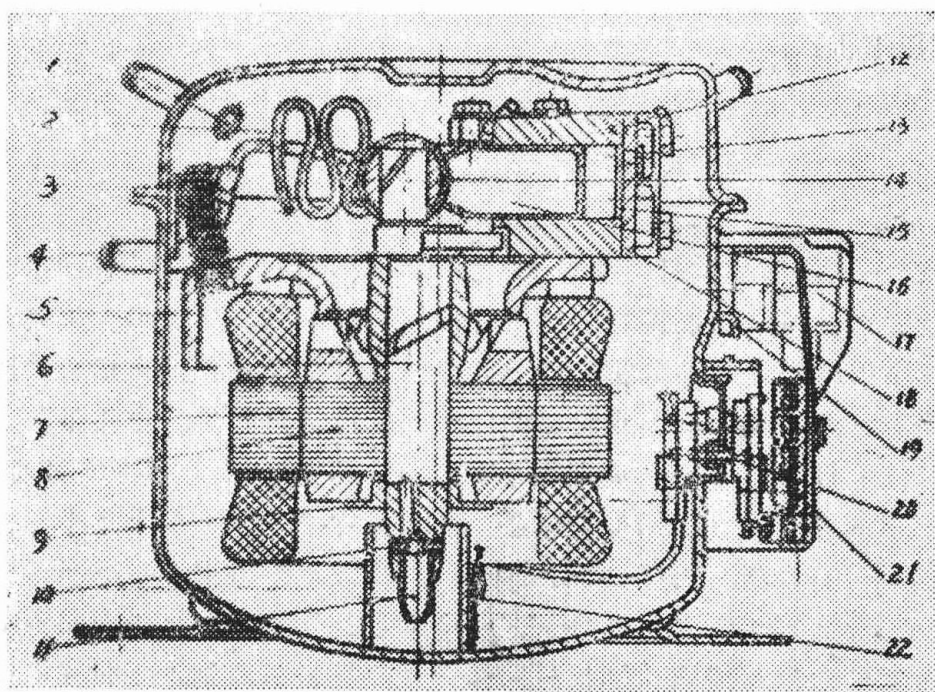

图7. Pee—Wee滑管式压缩机结构图
3.滑管式压缩机——图7是目前比较多见的用两极电机驱动的Pee—Wee型滑管式压缩机，这种压缩机是由丹麦的丹福斯公司(Danfoss)于1953年试制成功，于1956年进行小批生产。这种压缩机没有连杆，其活塞也不同于一般活塞，它是在活塞后端垂直方向上，焊接一个圆形带长孔的短管（即导管）以备安装曲柄销端的圆柱形滑块。当曲柄轴作旋转运动时，带动滑块在活塞后端的导管内左右滑动，从而带动活塞在汽缸内作往复运动。曲柄轴具有一个轴承支点，曲柄轴组装成竖立式，润滑系统大多采用离心泵加粘性泵。离心泵是依靠轴在高速旋转时偏心产生的离心力上油。粘性泵则依靠轴旋转时油顺着开在轴上的螺旋槽上升润滑。